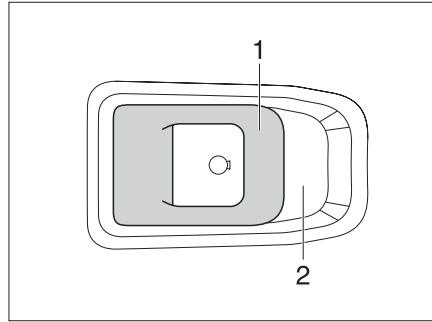

Fig. 50 Cerradura de la puerta de entrada, en el interior
*Abrir:* ■ Tirar del tirador (Fig. 50,1).
*Bloquear:* ■ Empujar el tirador (Fig. 50,1) al tirador concha (Fig. 50,2).